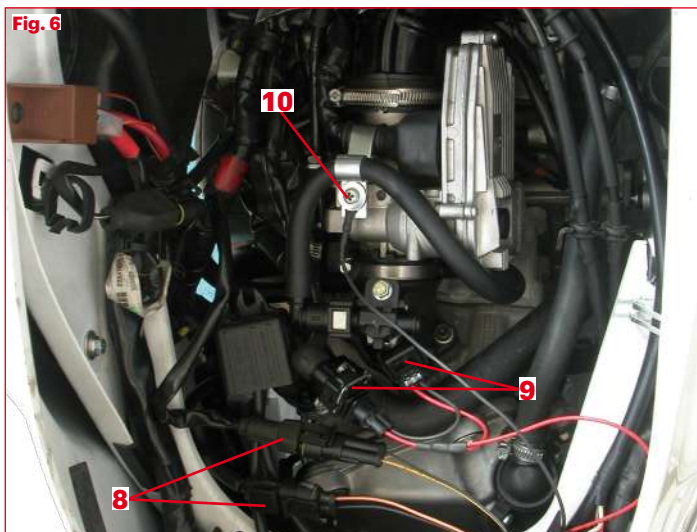

Fig. 7
Art. 5514747 - 5514749 - 5514750 - 5519172B - 5515785 - 5515786 - 5516341B (Fig. 7)
- Die beiden Konnektoren trennen und den O2-Regler zwischenschalten **(Fig. 7)**.
- Tras identificar la sonda lambda (11) posicionada en el silenciador, siga el cableado hasta alcanzar el conector (12).
- Desconecte los dos conectores e introduzca el O2 controller (Fig. 7).